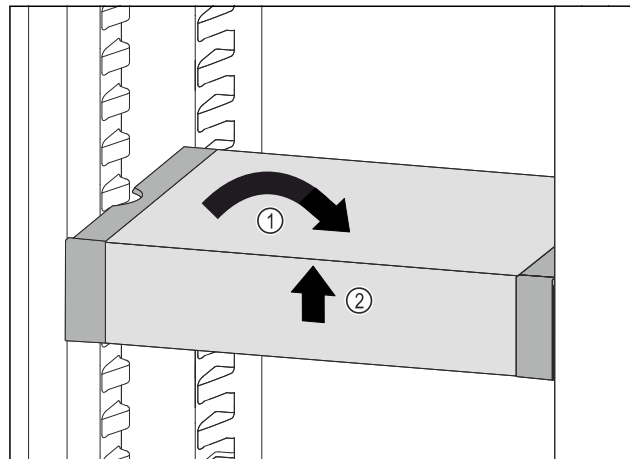

Fig. 50
- ▶ VarioSafe gerade stellen. Fig. 50 (1)
- ▶ VarioSafe vorne anheben. Fig. 50 (2)